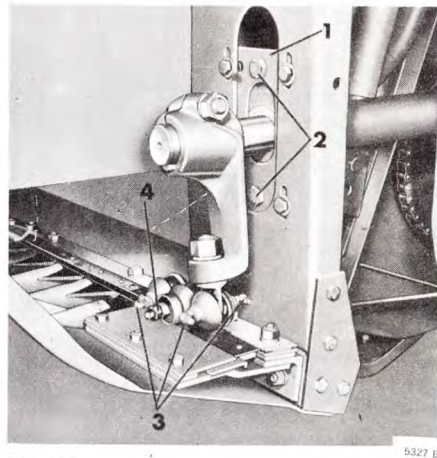

Fig. 41
Kniven skal være indstillet således, at knivbladene vender i midten af fingeren i begge vendestillinger. Er dette ikke tilfældet, skal knivføringsaksens lejeplade 1, fig. 41, flyttes, så man opnår en korrekt indstilling.
**De to spændestykker 3, smøres med fedt indenfor samme intervaller. Fig. 41.**